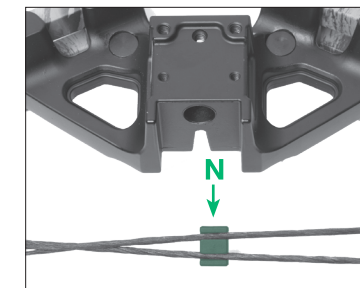

FIGURE 3
- 1a Fije el deslizador en los cables. El deslizador de los cables tiene un espacio más grande de un lado para deslizarse correctamente sobre el riel. (Fig. 3)